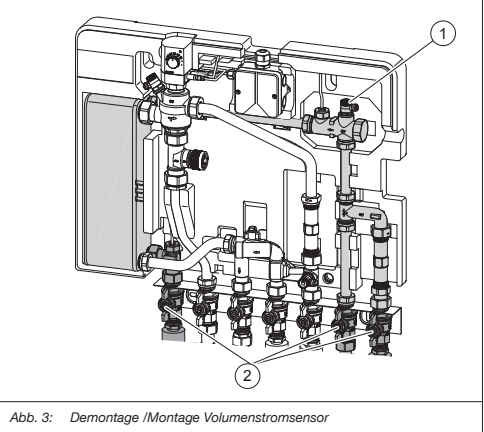

Abb. 3: Demontage /Montage Volumenstromsensor
- Schließen Sie die markierten 3 Kugelhähne (siehe Abb. 3 (2)) der Kugelhahnanschlussleiste.
(1)	Entlüftungsventil (im Gehäuse des Volumenstromsensors)
(2)	Kugelhähne
- Öffnen Sie das Entlüftungsventil (siehe Abb. 3 (1)) am Volumenstromsensor, um die Leitung drucklos zu machen.